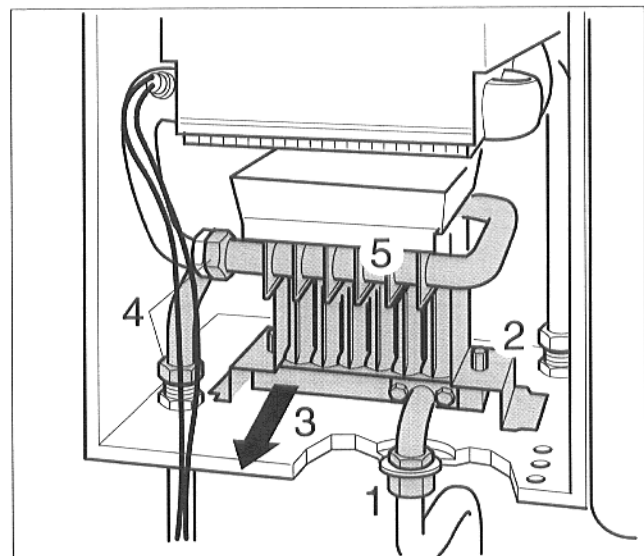

Abb. 28 Düsenplatte entfernen
- Verschraubung zur Gasleitung unterhalb der Bodenplatte der Brennerkammer lösen (Abb. 28, Pos. 1).
- Schrauben links und rechts abschrauben (Abb. 28, Pos. 2) und Düsenplatte (Abb. 28, Pos. 3) entnehmen.
- Wasserseitige Verschraubungen des Brenners lösen (Abb. 28, Pos. 4).
- Brenner herausnehmen (Abb. 28, Pos. 5).